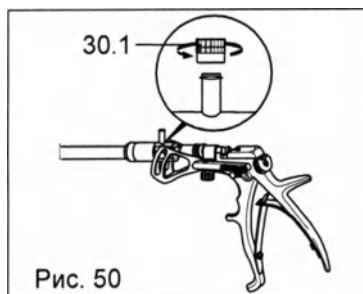

Рис. 50
- ◇ Отвинтить колпачок Luer-Lock (30.1) (Рис. 50).
- ◇ Снять с наружных ножей внутренние ножи фрез (34) (35) и резектора ядра (36) (37).